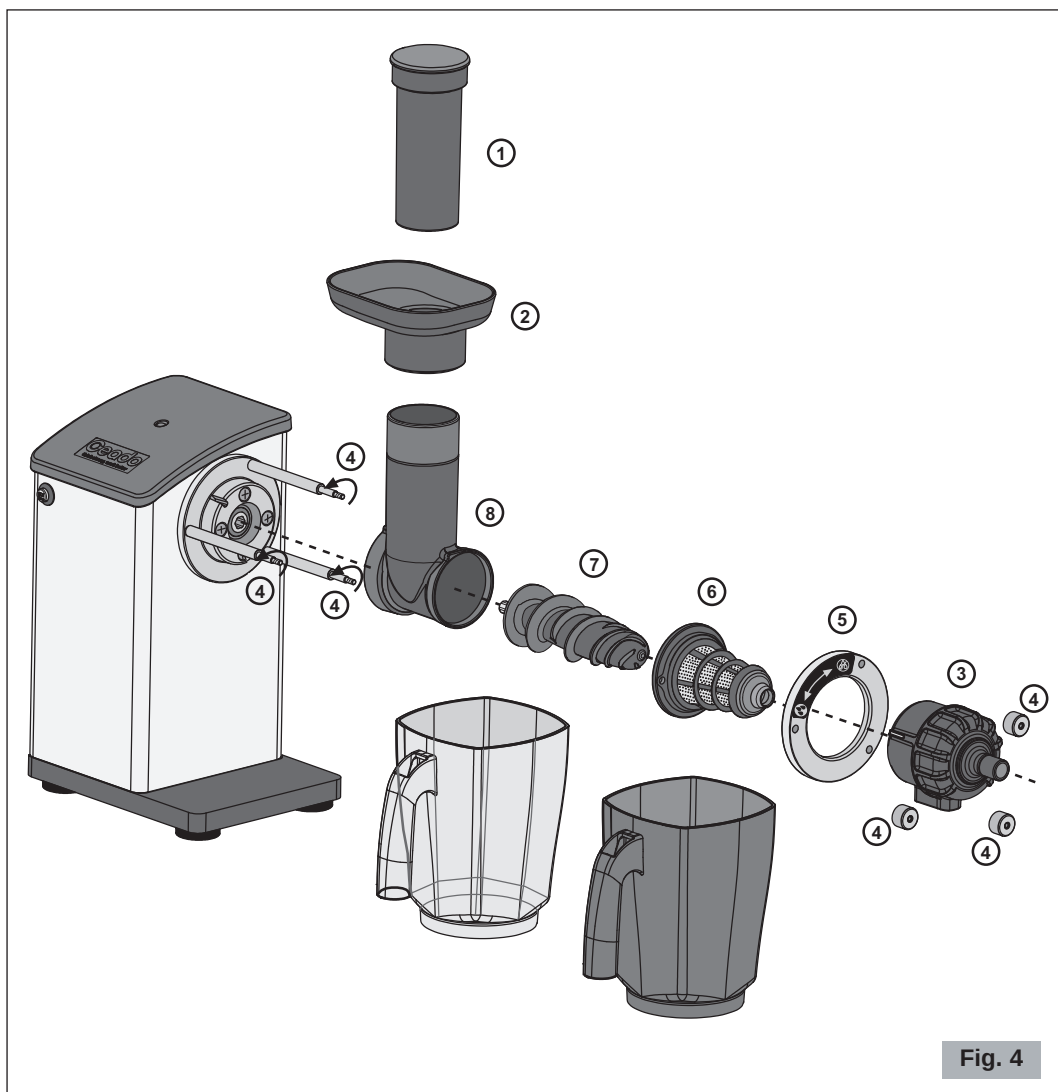

Fig. 4
Togliere i contenitori e smontare i componenti nell'ordine della figura (Fig. 4).
- 3** Assemblare nuovamente in ordine inverso (Fig. 4).